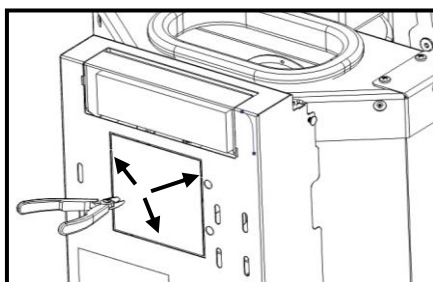

Figura 52 - Remoção tampo posterior salamandra
f) Na parte posterior do equipamento remover a tampa assinalada na Figura 52, cortando nas zonas assinaladas com um alicate de corte.